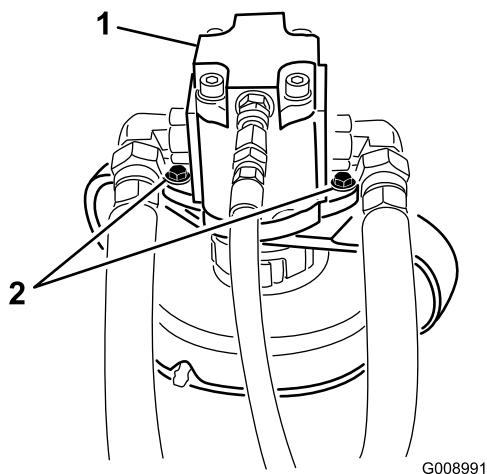

Рисунок 82
4. Снимите болты крепления гидромотора к режущему блоку (Рисунок 82). Поднимите гидромотор с режущего блока и уложите его на верх режущего блока.
2. Снимите болты крепления гидромотора к режущему блоку (Рисунок 82). Поднимите гидромотор с режущего блока и уложите его на верх режущего блока.